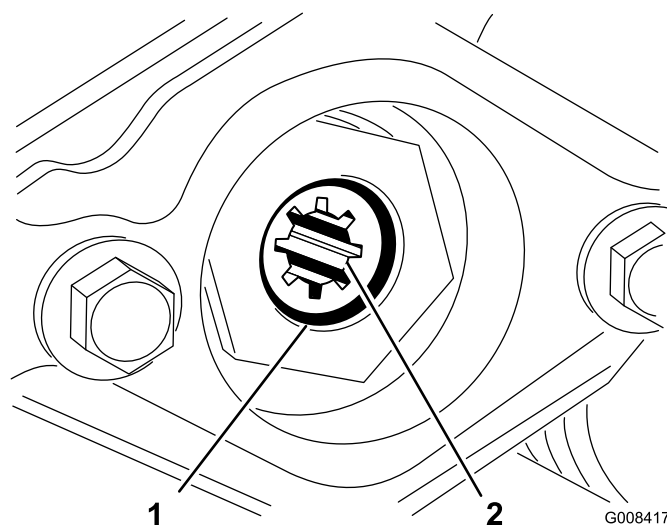

Bild 9
3. Inbusschraube (2)
4. Nehmen Sie den Sprengring ab, mit dem die Antriebskupplung im Spindelrohr befestigt ist (Bild 9). Nehmen Sie die Antriebskupplung ab.
5. Schmieren Sie die Antriebskupplung innen mit Fett ein. Montieren Sie die Antriebskupplung mit dem Sprengring am linken Spindelrohr des Mähwerks (Bild 9).